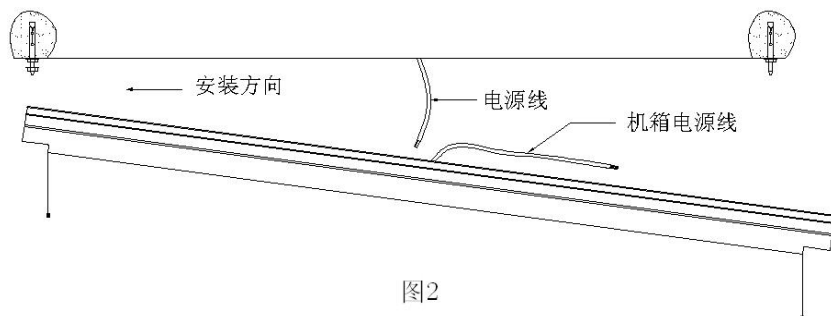

图2
5. 拆下两端的端盖，小心托起主机，按图 2 所示，将主机一端插在两个膨胀螺丝的垫片上，接着托起另一端把垫片及螺母装上锁紧，然后再把第一端的螺母拧紧。